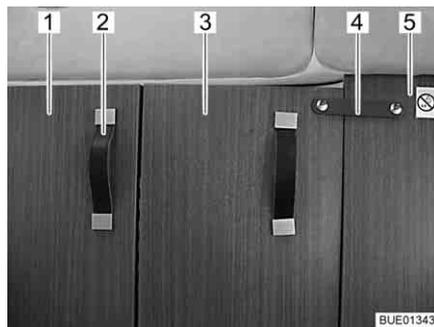

Fig. 50 Separación de la cabina del conductor, cerrada
- Tirar de la separación de la cabina del conductor (Fig. 50,1) con el asidero (Fig. 50,2) completamente hacia atrás.
- Fijar la parte plegable de la separación de la cabina del conductor (Fig. 50,3) con la cinta de seguridad (Fig. 50,4) en la pared intermedia fija (Fig. 50,5), por detrás del asiento del acompañante.